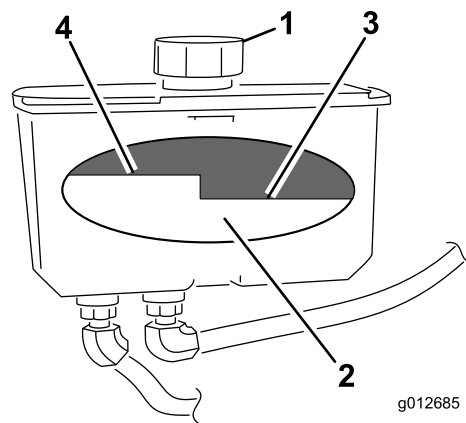

図 74
4. 油圧オイル・タンクの注油口と首の周辺をきれいに拭く（図 74）。
5. 給油口からキャップを取る。タンクの中をのぞいてオイルの量を確認する（図 74）。
**注** オイルが暖かいときには、バッフルの一番上のレベルまでオイルがあることが必要です（図 74）。